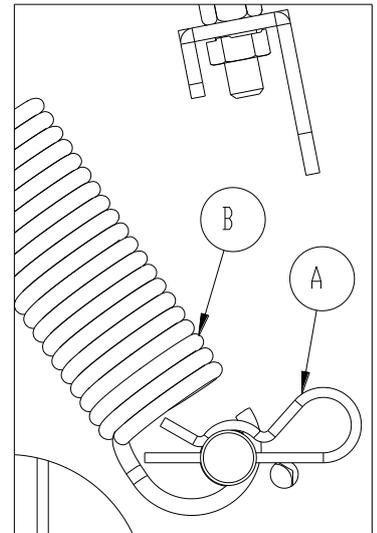
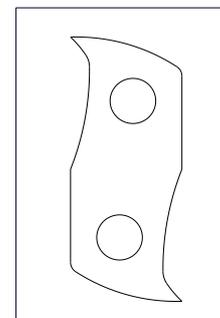

Fig. 6 – Sbloccaggio rullo
Fig. 11 - Martello nuovo
Spegnere il motore, rimuovere le chiavi, attendere che il rotore sia completamente fermo e indossare guanti protettivi. Togliere il carter (A) (Fig. 11). Sfilare la copiglia (A) e sganciare la molla (B) (Fig. 6). Sollevare il rullo di trascinamento e rimuovere il materiale bloccato. Rimontare il tutto come in (Fig. 6).
**Controllare i martelli prima di ogni utilizzo.** Per garantire il buon funzionamento della macchina, per ottenere le migliori condizioni di lavoro ed evitare danneggiamenti alla macchina è importante lavorare con martelli sempre integri (Fig. 11). La durata dei martelli dipende dalla natura e dal tipo di materiale tritato ed è quindi impossibile indicare un dato preciso e certo. Nel caso in cui il tritatore venga utilizzato per sminuzzare del materiale contenente polvere, sabbia, terra, ecc., i martelli subiranno un degrado molto veloce.
**Controllare i martelli prima di ogni utilizzo.** Per garantire il buon funzionamento della macchina, per ottenere le migliori condizioni di lavoro ed evitare danneggiamenti alla macchina è importante lavorare con martelli sempre integri (Fig. 11). La durata dei martelli dipende dalla natura e dal tipo di materiale tritato ed è quindi impossibile indicare un dato preciso e certo. Nel caso in cui il trituratore venga utilizzato per sminuzzare del materiale contenente polvere, sabbia, terra, ecc., i martelli subiranno un degrado molto veloce.